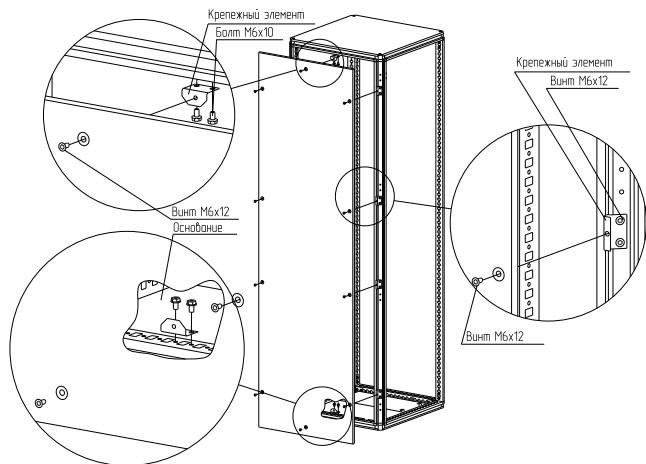

Рисунок 25
4.13.2 Закрепите восемь крепежных элементов на стойках каркаса (рисунок 25). Для крепления использовать винты М6×12. Момент затяжки – 7 Н·м.